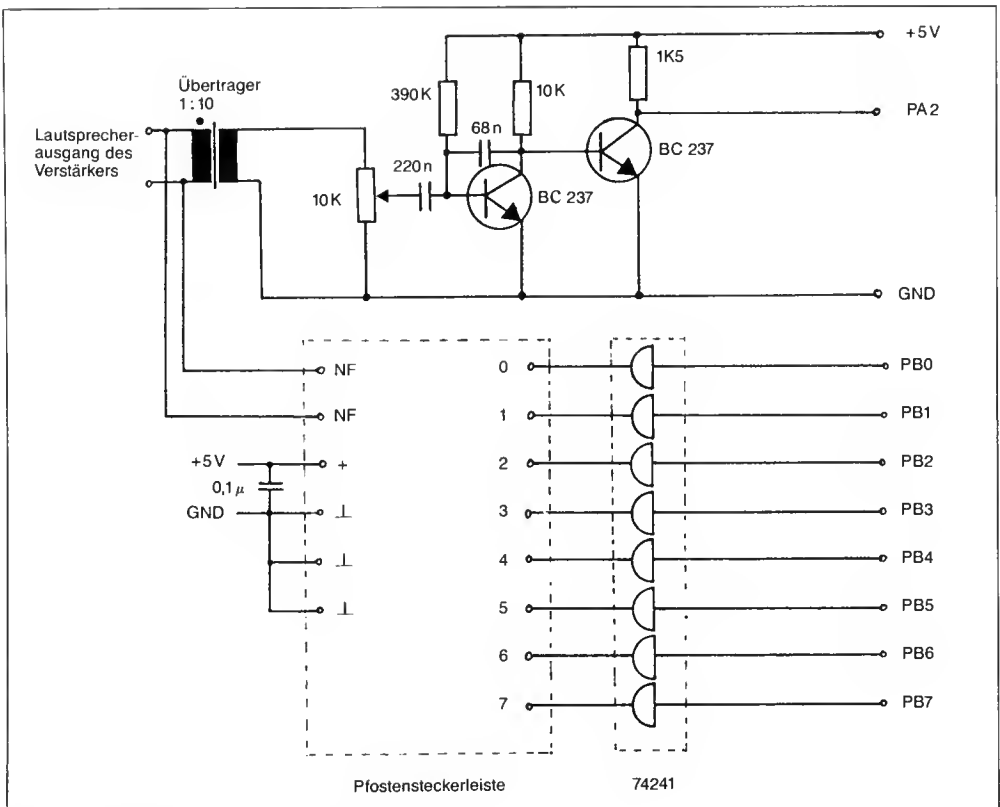

Bild 2.31: Schaltplan der Lichtorgel
Die Ankopplung nach Bild 2.31 ist so gewählt, daß der Verstärker der Quelle nur minimal belastet wird. Vom Lautsprecherausgang – oder vom eingebauten Lautsprecher direkt – wird die Tonfrequenz (NF) einem Übertrager mit dem Übersetzungsverhältnis 1:10 zugeführt, der die Aufgabe hat, den niederohmigen Ausgang des Verstärkers an den hochohmigen Eingang der Zusatzschaltung anzupassen, und das Signalgerät galvanisch von der Lichtorgelschaltung zu trennen. Am Aus-